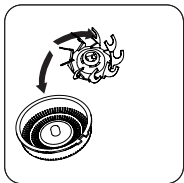

Fig. 6
- Limpie las cuchillas con el cepillo (H) (Fig. 6) y colóquelas en la unidad de afeitado.